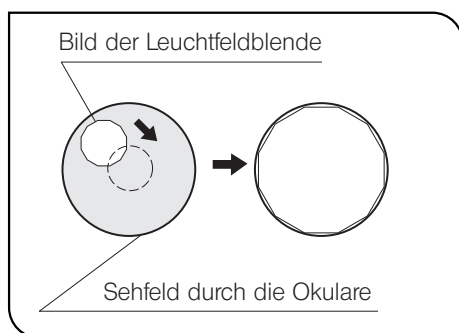

Abb. 13
4. Um die Zentrierung zu überprüfen die Blende öffnen, bis das Blendenbild die Ränder des Sehfelds berührt. Wenn das Blendenbild die Ränder des Sehfelds nicht genau berührt, nochmals zentrieren. (Abb. 13)